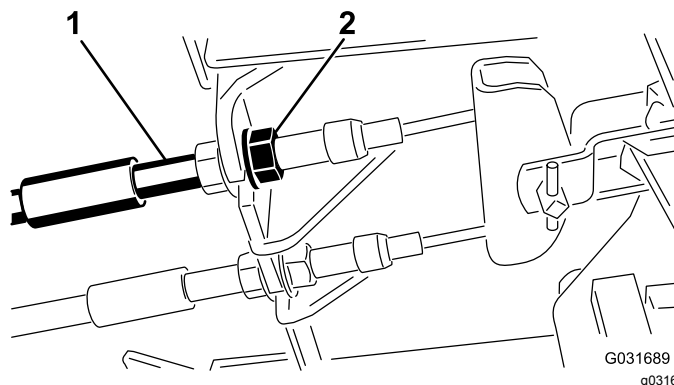

Figura 54
1. Per ridurre il gioco dei pedali del freno, stringete i freni allentando il dado anteriore sull'estremità filettata del cavo del freno (Figura 54).